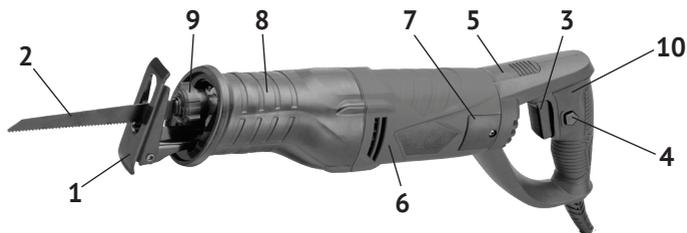

рис. 1
1.6 Общий вид пилы представлен на рис.1
1.7 Однофазный коллекторный двигатель расположен в пластиковом корпусе (рис.1 поз.6.), выполненном из двух половин (правой и левой). К его передней части крепится корпус редуктора с приводным механизмом, закрытый кожухом (рис.1 поз.8). К задней части корпуса двигателя крепится рукоятка управления (рис.1 поз.10), с возможностью поворота вправо/влево. Крутящий момент с якоря электродвигателя, преобразуется в редукторе кривошипно-шатунным механизмом в возвратно-поступательное движение штока. На стволе штока расположен быстрозажимной самофиксирующийся патрон (рис.1 поз.9), в который крепится пыльное полотно (рис.1 поз.2). Рабочим инструментом пилы являются пыльные полотна с универсальным хвостовиком 1/2".
1.8 Клавиша выключателя (рис.1 поз.3) расположена в передней части рукоятки. Включение пилы осуществляется нажатием на клавишу выключателя указательным пальцем. Фиксация клавиши в рабочем положении, осуществляется кнопкой (рис.1 поз.4), расположенной слева на рукоятке. При повторном нажатии на клавишу, кнопка фиксации и клавиша (со щелчком) возвращается в исходное положение - выключено.
Силой, приложенной к клавише выключателя, регулируется скорость хода пыльного полотна. При фиксации клавиши выключателя в рабочем положении кнопкой (рис.1 поз.4) - скорость хода пыльного полотна максимальная.
1.9 В передней части пилы на корпусе редуктора закреплён кожух (рис.1 поз.8), выполненный из материала, гасящего вибрацию. Эргономичная форма кожуха позволяет оператору удобно удерживать при работе пилу второй рукой.
- ослабить шестигранным ключом (входит в комплект поставки) два винта в нижней части кожуха (рис.1 поз.8);